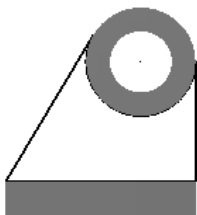

图 7.7.14 草图 3
(3) 单击  按钮，完成编辑操作。
Step8. 绘制图 7.7.14 所示的草图 3。